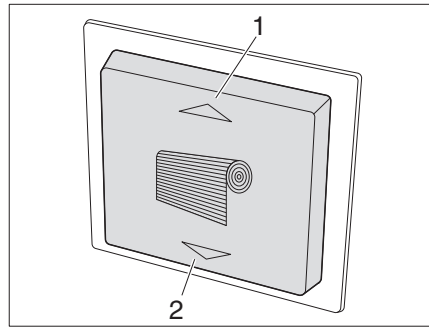
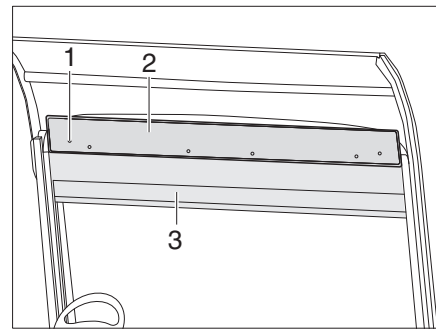

Fig. 82 Interruptor para la persiana
Fig. 84 Persiana con función de emergencia
- Cerrar:** ■ Pulsar la tecla (Fig. 82/2). La persiana (Fig. 84/3) para la luna delantera se mueve hacia abajo.
- Abrir:** ■ Pulsar la tecla (Fig. 82/1). La persiana (Fig. 84/3) para la luna delantera se mueve hacia arriba.
- Desenroscar 6 tornillos (Fig. 84/1) en la caja de la persiana y retirar el panel (Fig. 84/2).
- Enganchar la manivela en uno de los dos motores y subir o bajar la persiana (Fig. 84/3).